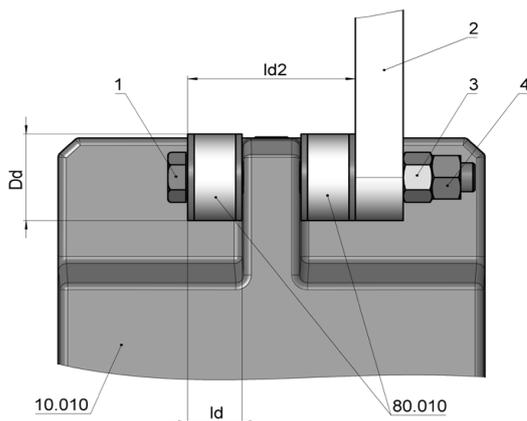

Abb. 2-1 Montage Gummipuffer
Die Abb. 2-1 und nachfolgende Handlungsanweisungen stellen ein Beispiel dar. Prinzipiell gilt es, das Maß $ld2$ beim Spannen der Gummipuffer einzuhalten.
2. Montieren Sie die Drehmomentstütze (2) und beide Gummipuffer (80.010) an das F-Getriebe wie in Abb. 2-1 dargestellt.
3. Ziehen Sie die Sechskantmutter (3) so weit an, bis das Maß $ld2$ (siehe Tab. 2-1:) erreicht ist.
4. Sichern Sie die Sechskantmutter (3) mit einer Kontermutter (4).